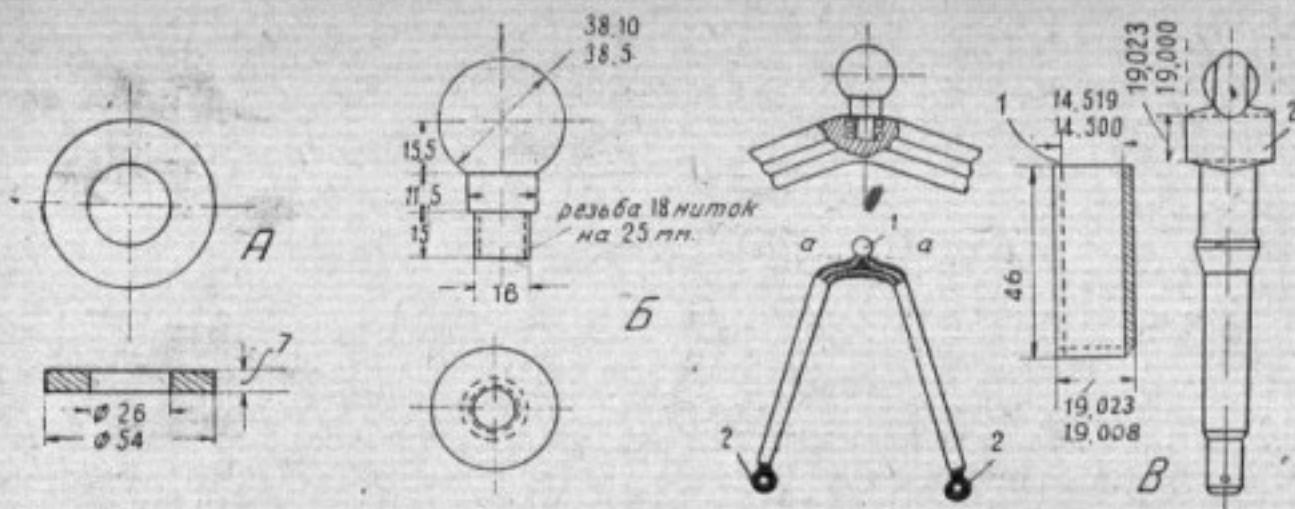

Рис. 8. А — шайбы, заменяющие подшипники; Б — способ ремонта сферической головки упорной вилки автомобиля ГАЗ-АА; В — способ ремонта кронштейна на передней оси
Шаровая (сферическая) головка 1 (рис. 8Б) упорной вилки передней оси автомобиля (ГАЗ-АА) изнашивается довольно быстро, вследствие напряжений, испытываемых вилкой при движении автомобиля. Ремонт упорной вилки, производившийся ранее с помощью обварки сферической головки с последующей обработкой напильником, довольно сложен, дорог и, кроме того, качество обработки получается низким. В настоящее время практикуется новый, более рациональный способ ремонта, заключающийся в следующих операциях:
- отрезают изношенную головку по линии а-а (рис. 8Б);
е) изготавливают из стали 1030 новую шаровую головку (согласно чертежу на рис. 8Б) диаметром  $\underline{38,10}$ ;
Кронштейн серьги передней рессоры автомобиля также подвержен сильным износам и часто требует капитального ремонта (ГАЗ-А). Износу подвергается, главным образом, втулка и торцы бобышек. При ремонте кронштейн зажимается за бобышку и отверстие растачивается до  $\Phi 19,023$  под вновь изготовленную втулку 1 (рис. 8В).